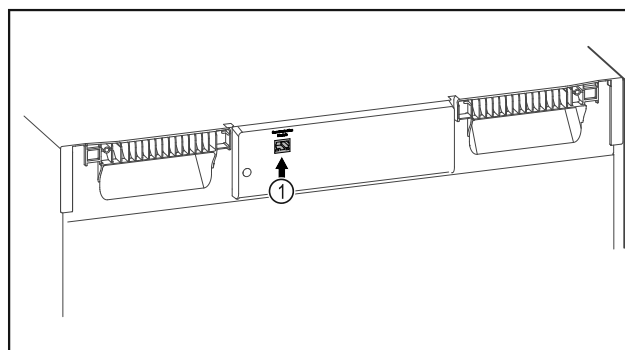

Fig. 98
- SmartModule Fig. 98 (1) 已使用。